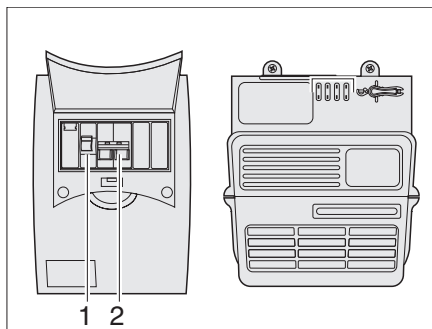

Fig. 98 Caja de fusibles 230 V
El fusible principal (Fig. 98,2) asegura la corriente de entrada de 230 V con máx. 10 A. Además, un interruptor de corriente de defecto (Fig. 98,1) está instalado en la caja de fusibles.
- Conectar y desconectar el interruptor de protección de línea de 230 V (ver Fig. 98) y el interruptor principal de la batería (ver Fig. 92) brevemente, para interrumpir el flujo de corriente.